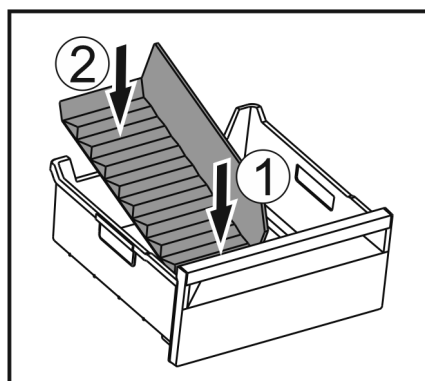

Fig. 117
- Vložte přední část přepážky přihrádky na led. Fig. 117 (1)
- Zadní část přepážky přihrádky na led spustěte až na dno zásuvky. Fig. 117 (2)